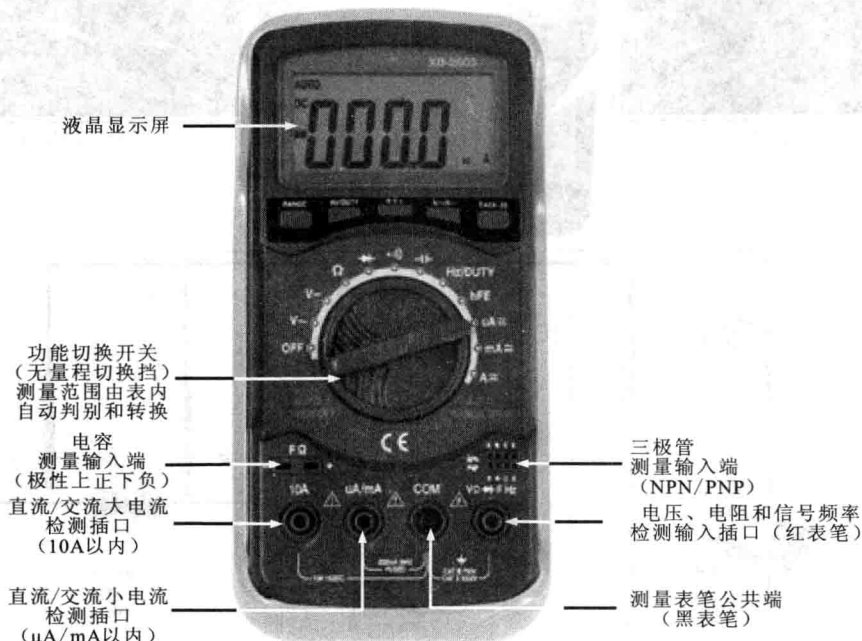

图 1-8 具有自动量程选择功能的数字式万用表
- 具有自动量程选择功能的数字式万用表, 如图 1-8 所示。这种万用表可简化操作, 其功能旋钮部分无量程切换挡, 测量范围由表内自动判别和转换, 有效地避免过载并能使万用表处于最佳量程, 从而提高了测量效率, 但是其价格较高。